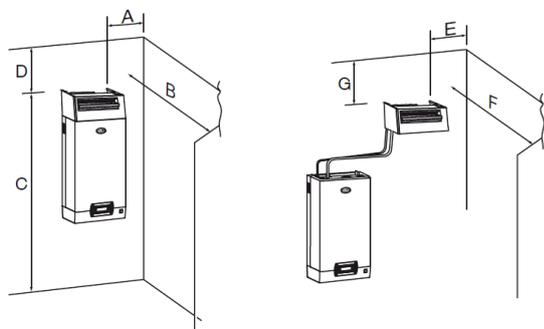

Рис. 3.с
2. L-образные опоры (см. элемент 1 рис. 3.б) поставляются с парораспределителями моделей от DP085* до DP025*. Для моделей более короткой длины можно заказать опциональный кронштейн (код 18C478A088).
Парораспределители для увлажнителей до 18 кг/ч (39,7 фунтов в час). Их можно подключить к увлажнителю или удаленно (см. рис. 3.с). Питание распределителей осуществляется через электрическую панель (24 В~, контакты X1, X2).